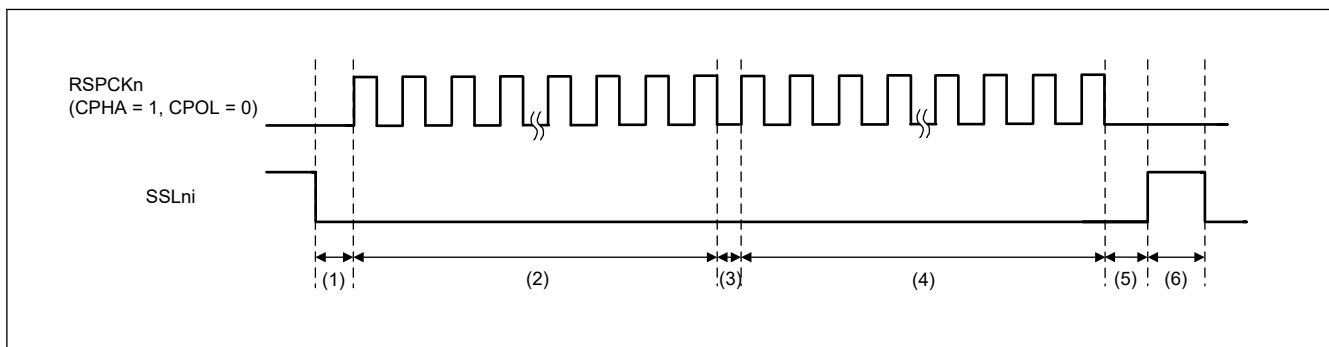

図 33.61 SSLKP ビットを利用したバースト転送の動作例 (BFDS = 1、SPFRF = 0)
図 33.61 に、SPCMD0 および SPCMD1 レジスタの設定値を使用してバースト転送を実現した場合の SSLni 信号の動作例を示します。以下では、図 33.61 に示す (1)~(6) の SPI の動作内容について説明します。SSLni 出力信号の極性は、SPI SSLi 信号極性ビット (SPCR3.SSLiP) (i = 0~3) の設定値で決まります。